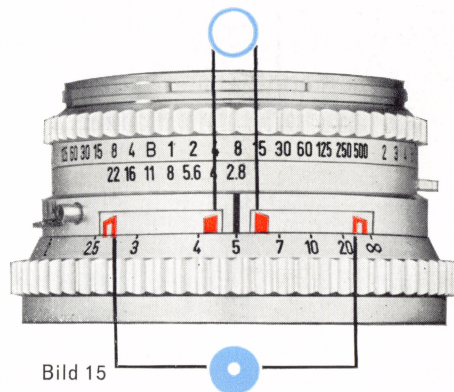

Bild 15
Das Studium der Bewegung der Schärfentiefezeiger (6), S. 16, zeigt, dass die Schärfentiefe für ein bestimmtes Objektiv abhängig ist von der Aufnahmeentfernung und der Blende. Regel: Die Schärfentiefe wächst mit der Aufnahmeentfernung und der Abblendung s. S. 16 und Bild 15 S. 17. Der Schärfenbereich liegt stets ungefähr $1/3$ vor und $2/3$ hinter der Einstellebene.
Die beweglichen Schärfentiefezeiger haben die Entfernungseinstellung vereinfacht. Durch die Möglichkeit des direkten Ablesens der Schärfentiefe an der Entfernungsskala, welche das Ergebnis der Belichtungskombination ist, kommt der längere Weg über die Einstellung auf der Entfernungsskala in Fortfall. Die beweglichen Schärfentiefeanzeigen geben direkt den Schärfentiefebereich an, wobei gleichzeitig die Entfernung zwischen Kamera und Aufnahmeobjekt bequem am Index (5) abgelesen werden kann. Die Schärfentiefezeiger sind zwei parallel bewegliche Signaleorgane. Die Lage der Zeiger im Verhältnis zur Entfernungsskala ändert sich automatisch, sobald an der Öffnung der Blende eine Änderung vorgenommen wird. Bekanntlich ist die Folge jeder Änderung der Belichtungszeit eine entsprechende Änderung der Blendenöffnung, wenn diese beiden Funktionen automatisch gekuppelt sind. Auch eine Änderung der Lichtwertzahl im Ergebnis veränderter Lichtverhältnisse beeinflusst die Blende. Die Blende lässt sich aber auch von dem Lichtwert lösen und arbeitet auch dann zusammen mit der Schärfentiefeanzeige. Bei Veränderung der Entfernungseinstellung stehen die Zeiger dann still. Bild 15 zeigt, wie die grösste Blendenöffnung (Blende 2,8) die geringste Schärfentiefe aufweist. Das ergibt sich aus dem Abstand zwischen den beiden Schärfentiefezeigern. Die kleinste Blende – Blende 22 – führt hingegen zur grössten Schärfentiefe. Die Funktion der Blende